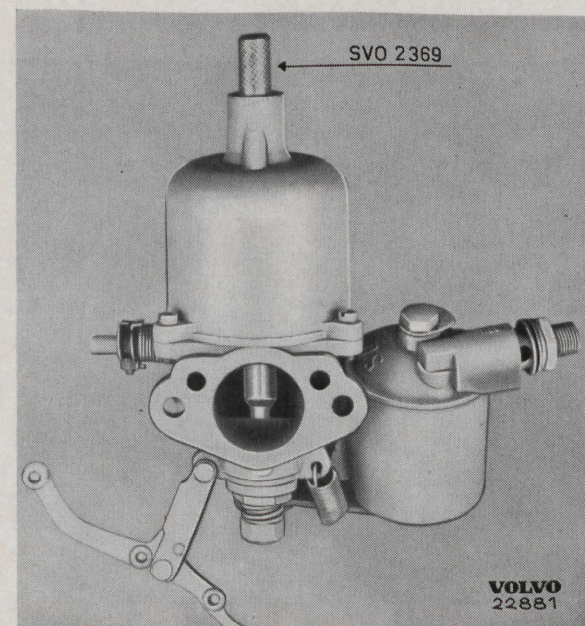

Bild 18. Centrering av munstycke.
3. Skjut ned centrerdorn SVO 2369 i förgasaren enligt bild 18. Dornens smala del trycks därvid ned i båda munstyckshylsorna och munstycket trycks ut.